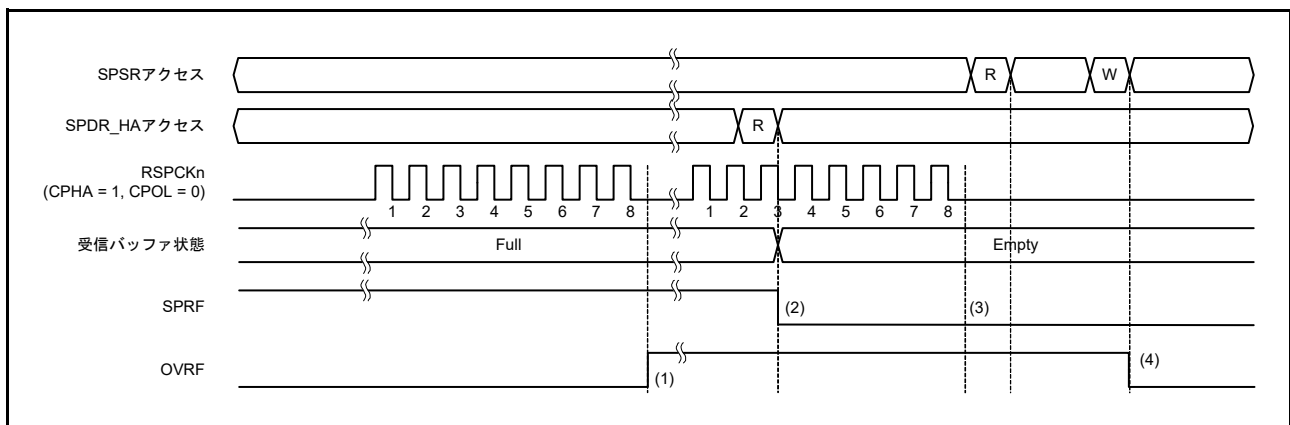

図 32.32 OVRF フラグおよび SPRF フラグの動作例
図 32.32 に、OVRF フラグと SPRF フラグの動作例を示します。図 32.32 に記載した SPSR アクセスと SPDR\_HA アクセスは、それぞれ SPSR、SPDR\_HA レジスタへのアクセス状況を示しています。“W” は書き込みサイクル、“R” は読み出しサイクルを示しています。図 32.32 では、SPCMDm.CPHA ビットが 1、SPCMDm.CPOL ビットが 0 の設定で、SPI が 8 ビットのシリアル転送を実行しています。RSPCKn 波形の下に記載した数字は、RSPCK サイクル数 (例：転送ビット数) を示しています。
以下に、図 32.32 の (1) ~ (4) に示したタイミングでのフラグの動作内容を説明します。
- (1) SPRF フラグが 1 (受信バッファフル) の状態でシリアル転送が終了すると、SPI がオーバーランエラーを検出し、OVRF フラグを 1 にします。SPI はシフトレジスタのデータを受信バッファにコピーしません。また、SPPE ビットが 1 であってもパリティエラーの検出は行いません。SPI0 のマスタモードの場合、SPI は SPCMDm レジスタに対するポインタの値を SPSR.SPECM[2:0] ビットにコピーします。
- (2) SPDR\_HA レジスタを読み出すと、SPI は受信バッファのデータを出力します。その後、SPRF フラグが 0 になります。受信バッファが空になっても、OVRF フラグは 0 になりません。
- (3) OVRF フラグが 1 (オーバーランエラー発生) の状態でシリアル転送が終了すると、SPI はシフトレジスタのデータを受信バッファにコピーしません (SPRF フラグは 1 になりません)。受信バッファフル割り込みも発生しません。また、SPPE ビットが 1 であってもパリティエラーの検出は行いません。SPI0 のマスタモードの場合、SPI は SPSR.SPECM[2:0] ビットを更新しません。オーバーランエラー発生状態で、SPI がシフトレジスタから受信バッファへ受信データをコピーしなかった場合でも、シリアル転送が終了すると SPI はシフトレジスタを空であると判定します。これにより、送信バッファからシフトレジスタへのデータ転送が可能な状態になります。
- (4) OVRF フラグが 1 の状態で SPSR レジスタを読んだ後、OVRF フラグに 0 を書くと、OVRF フラグは 0 になります。